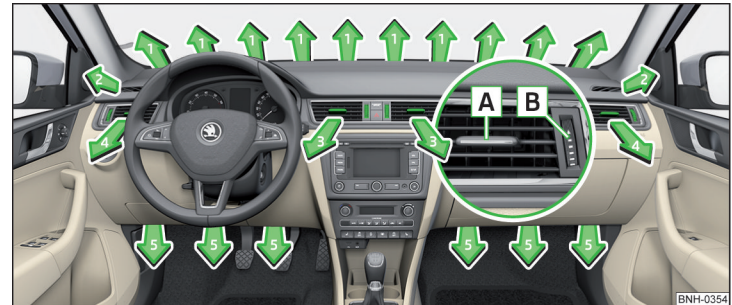

Fig. 91 Fantele de ventilație
La fantele de ventilație 3 și 4 » fig. 91 se poate modifica direcția curentului de aer, iar duzele se pot închide și deschide și individual.
- Pentru a modifica pe înălțime direcția curentului de aer, deplasați lamele orizontale cu ajutorul elementului de reglare deplasabil **A** » fig. 91 în sus sau în jos.
- Rotiți regulatorul **B** » fig. 91 în sus.
- Rotiți regulatorul **B** » fig. 91 în jos.